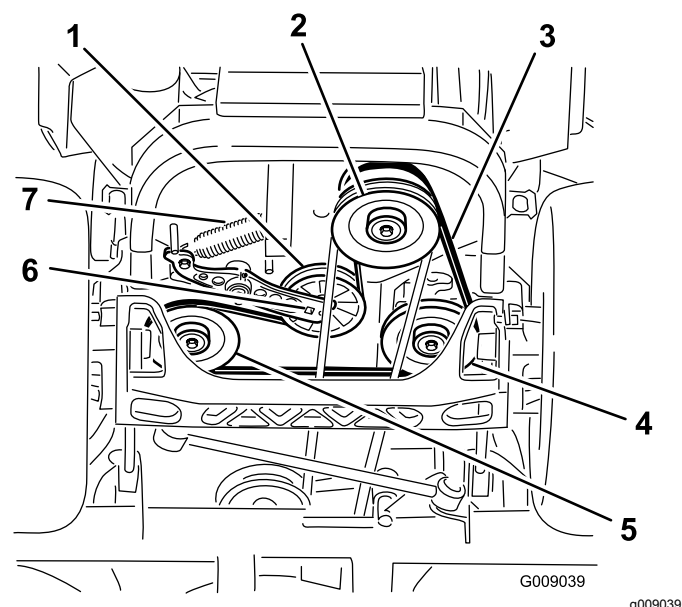

Figura 88
4. Sollevate la macchina e sostenetela su cavalletti (Figura 88).
5. Utilizzate un cricchetto nel foro quadrato del braccio di rinvio per rimuovere la molla del tenditore (Figura 88).
6. Sganciate la molla del tenditore dal telaio (Figura 88).
9. Utilizzate un cricchetto nel foro quadrato del braccio di rinvio per installare la molla del tenditore sul telaio (Figura 88).